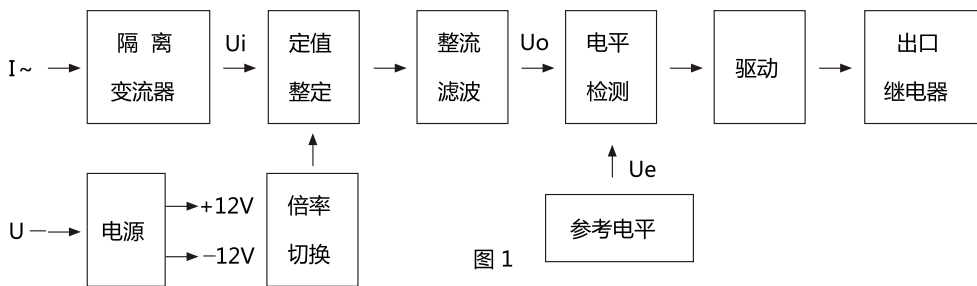

图 1
1、继电器原理框图见图1。
- JL-10采用HK-1壳体，见335页附图1。
附图 1	HK-1 凸出式前接线